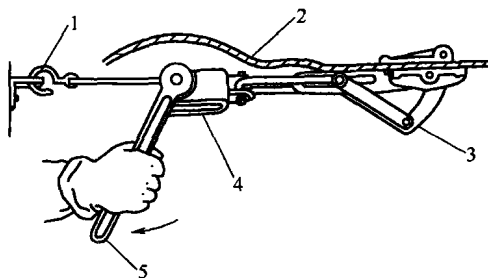

图 1-3 紧线器的构造和使用
⑤ 紧线器如图 1-3 所示，用来收紧户内瓷瓶线路和户外架空线路的导线，由夹线钳头、定位钩、收紧齿轮和手柄等组成。使用